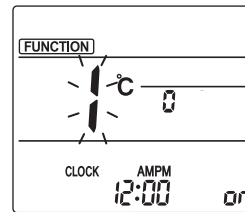

Fig. 1
① Kretanje do načina rada ručno postavljanje krilca Pritisnite gumb [MENU]. (Počnite ovu radnju iz statusa u kojem je isključen prikaz daljinskog upravljača.) „FUNCTION” (FUNKCIJA) svijetli i „1” treperi. (Fig. 1) Pritisnite gumb [↑] kako biste odabrali „2”, a zatim pritisnite gumb [SET].